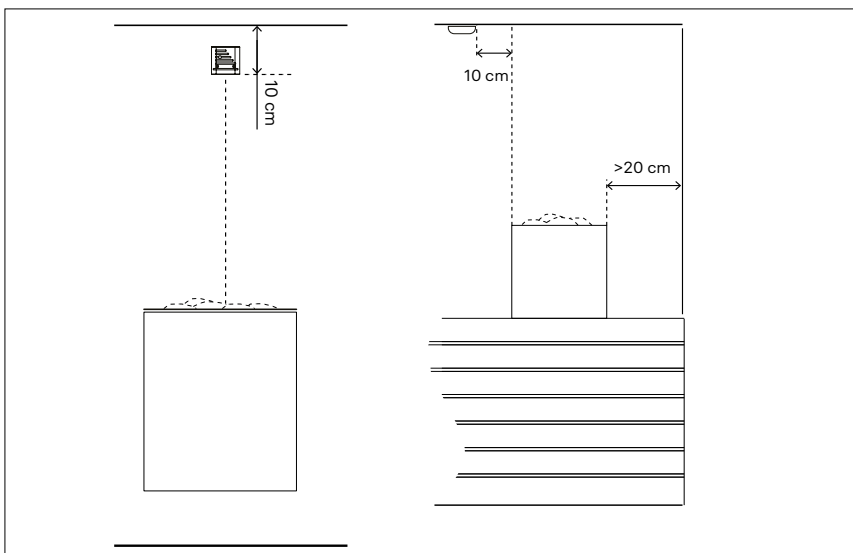

Bild 6.6-1. Installation av temperatursensorn på väggen eller taket
Temperatursensorn installeras antingen på bastuväggen eller i taket ovanför bastuaggregatet (bild 6.6-1).
- Temperatursensorn med överhettningsskydd är en lågspänningskomponent som installeras antingen på bastuväggen eller i taket ovanför bastuaggregatet (bild 6.6-1).